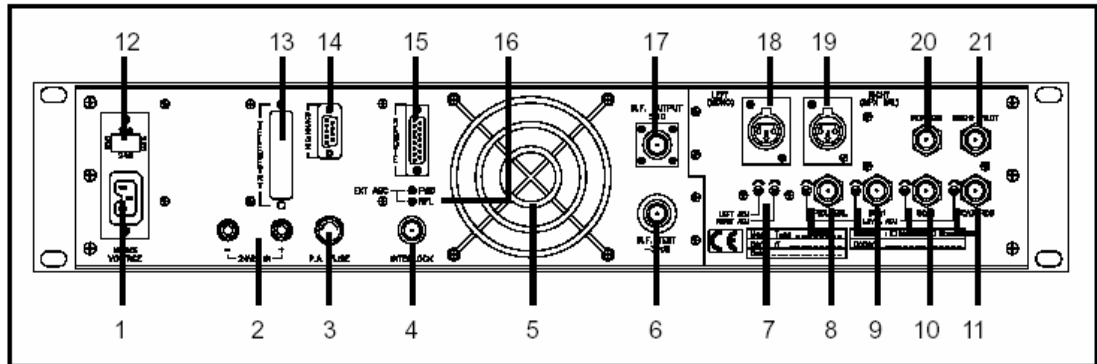

图 4-5 RVR PTX-LCD 标准激励器后面板图
(1) PTX-LCD 标准激励器(无数字音频接口)的后面板布局如图 4-5 所示。